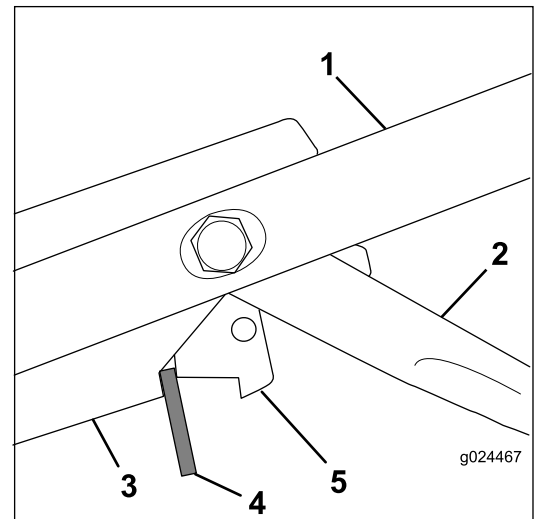

图33
3. 在刀片制动控制杆与手柄上的控制支架之间插入一个 8mm 厚的隔片 图33。